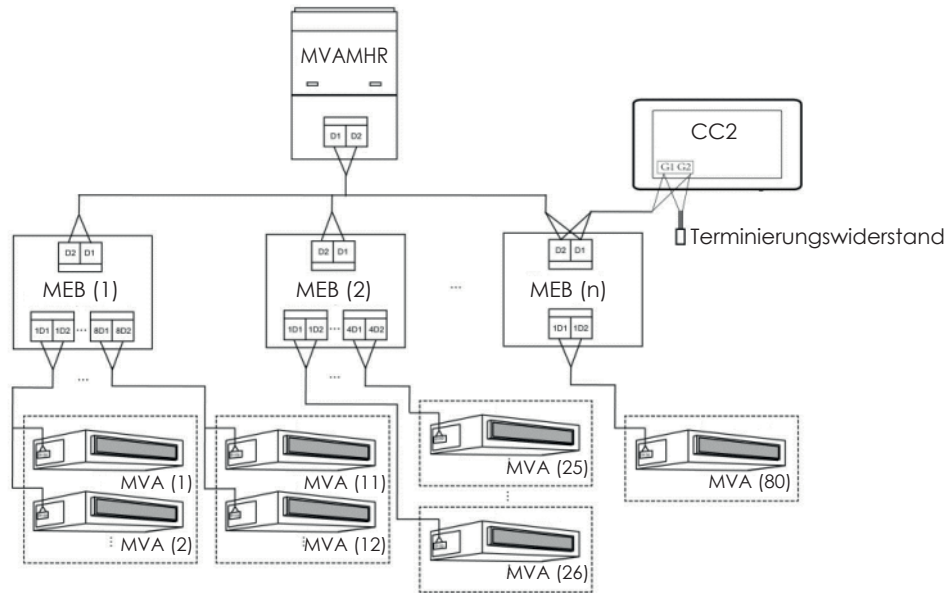

Abb. 3.6 In einem 3-Leiter-System an das Netz angeschlossene zentrale Steuereinheit
5. Wenn die zentrale Steuereinheit an das Netz einer 3-Leiter-Anlage angeschlossen werden muss, die Anschlüsse gemäß Abb. 3.6 herstellen. Die Methode 2 kann auch bei der Umschaltung der zentralen Steuereinheit bei 3-Leiter-System zur Anwendung kommen.